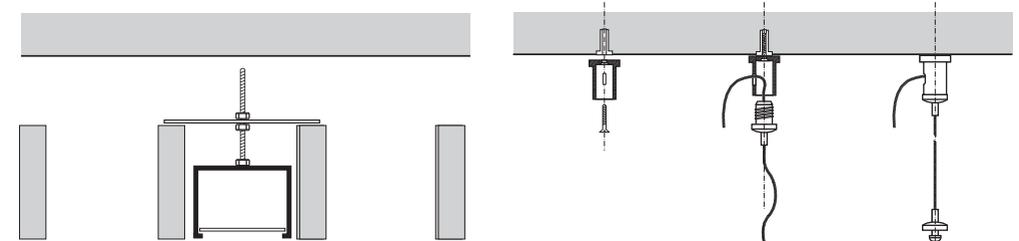

Рис.3 Схема монтажа светильника в реечный потолок при помощи комплекта креплений ШК 4895205052291
1.7.2 в реечные потолки (см. Рис.3) при помощи комплекта креплений ШК 4895205052291;